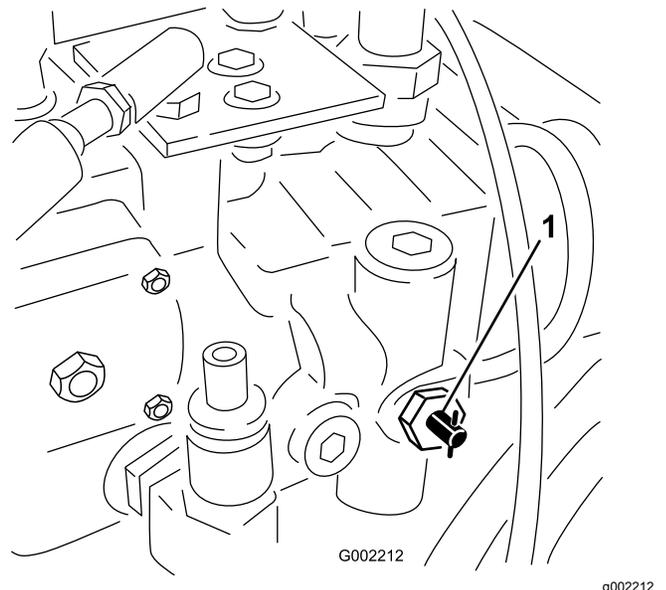

Figura 52
1. Girate la valvola di traino (Figura 52) di 90° in qualsiasi direzione per aprirla.